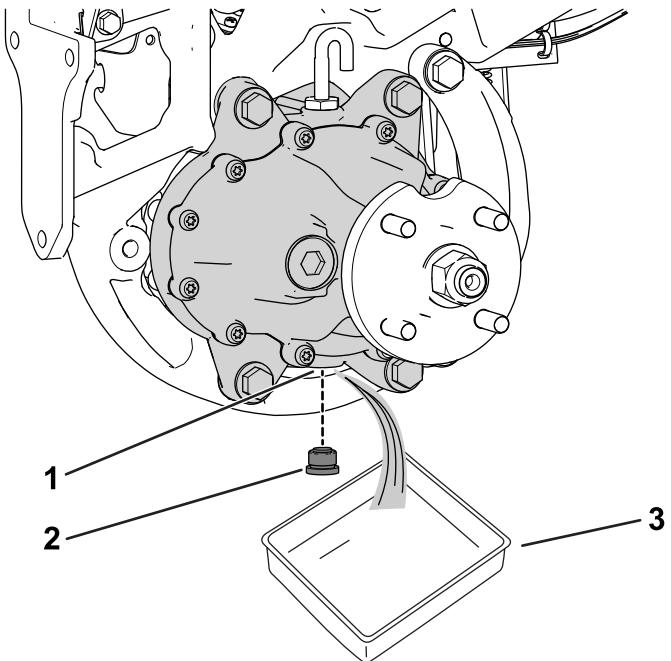

Figura 58
3. Coloque um recipiente de escoamento debaixo do conjunto do motor da roda (Figura 58).
4. Retire o tampão da porta de drenagem (Figura 58).
6. Instale o tampão de drenagem na porta de drenagem (Figura 58).